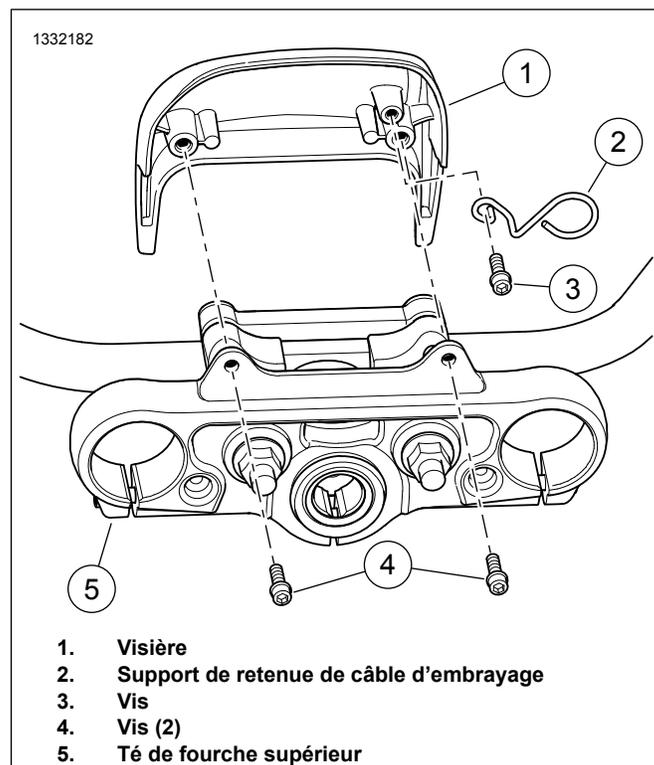

Figure 3. Visière pour FXLR
1. Figure 3 Retirer les vis (4) du té de fourche supérieur (5).
2. Déposer la visière (1).
3. Retirer la vis (3) et le support de retenue de câble d'embrayage d'origine.
4. Installer le support de retenue de câble d'embrayage (2) du kit.
5. Poser la vis (3). Serrer.